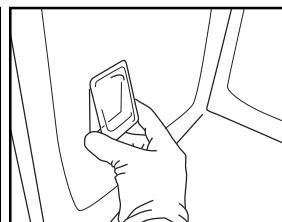

Fig. 7
5. Réinstallez le capot de l'ampoule en le poussant contre la paroi, de façon à l'accrocher correctement (Fig. 7).